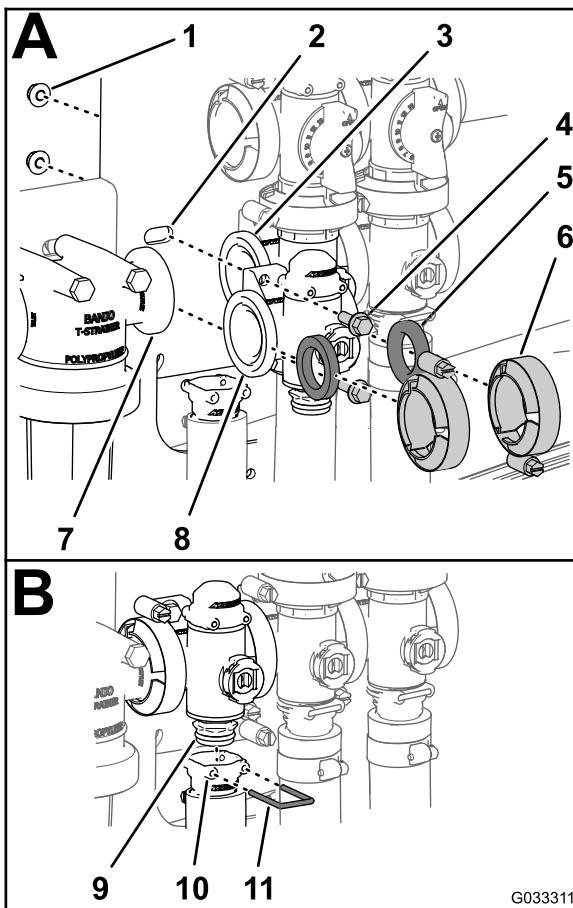

Figure 75
1. Placez un joint entre les brides du collecteur du régulateur de débit et de la tête du filtre sous pression (A de Figure 75).
2. Montez le collecteur du régulateur de débit, le joint et la tête du filtre sous pression avec un collier serré à la main (A de Figure 75).
3. Placez un joint entre les brides du régulateur de débit et du collecteur de la vanne d'agitation (A de Figure 75).
4. Montez le collecteur du régulateur de débit, le joint et le collecteur de la vanne d'agitation avec un collier serré à la main (A de Figure 75).
5. Montez le régulateur de débit sur le support à l'aide des 2 boulons à embase et des 2 contre-écrous (A de Figure 75) que vous avez retirés à l'opération 3 de Dépose du régulateur de débit de collecteur \(page 68\), et serrez l'écrou et le boulon à un couple de 1 017 à 1 243 N·cm.
6. Montez le raccord de sortie sur le raccord d'embout inférieur de la valve de collecteur (B de Figure 75).
7. Fixez le raccord d'embout au raccord de sortie en insérant un étrier de fixation dans la douille du raccord de sortie (B de Figure 75).